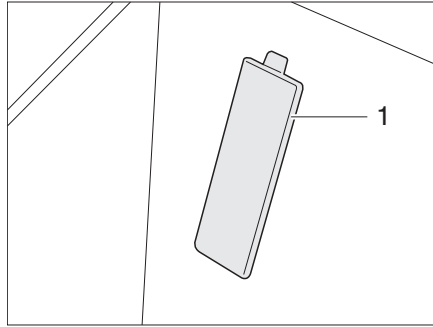

Bild 320 Abdeckung Fahrgestellnummer
- ▷ Die Fahrgestellnummer befindet sich bei Fahrzeugen auf Fiat-Basis hinter einer Abdeckung (Bild 320,1) im Einstieg auf der Beifahrerseite.